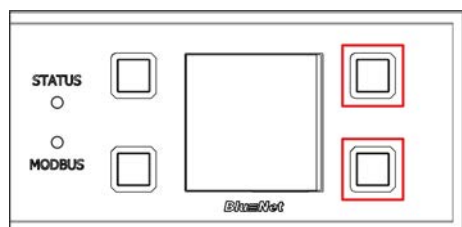

Abb. 79: Display mit Bedientasten
1. ➤ Die zwei Tasten rechts neben dem Display drücken und gedrückt halten (Abb. 79/rote Markierung).
4. ➔ Die zwei Tasten neben dem Display loslassen (Abb. 79/rote Markierung).